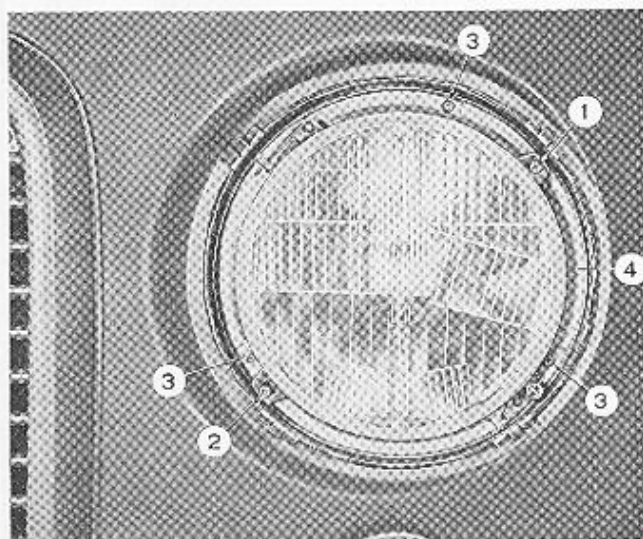

Abb. 141 - Linker Scheinwerfer, ohne Zierring.
Zur Einstellung der Scheinwerfer schaltet man das Abblendlicht ein. Zur senkrechten Verstellung schraubt man an der Schraube (1, Abb. 141), und zur waagrechten Verstellung dreht man die Schraube (2). Dabei folgendes beachten: